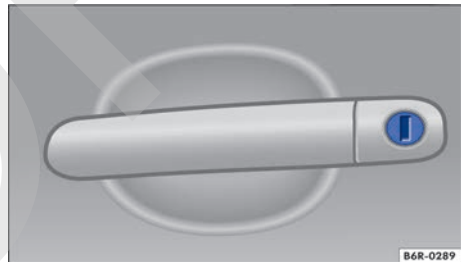

Fig. 152 Manilla de la puerta del conductor con bombín de cierre.
- Introducir la varilla de la llave en el bombín de cierre y destrabar o trabar el vehículo → fig. 152.